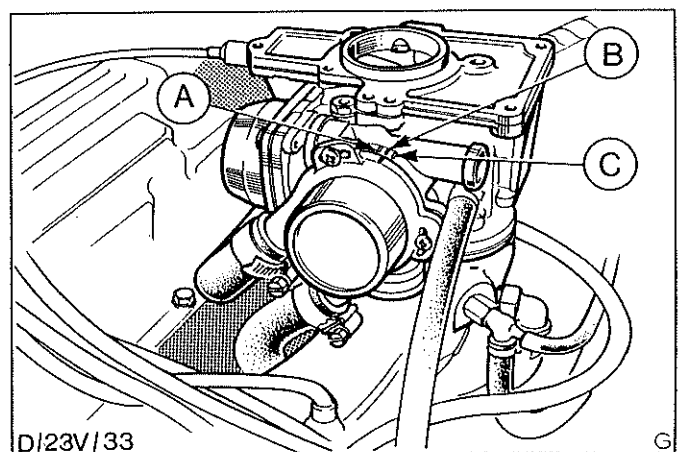

Abb.71 Einstellmarkierungen-Startautomatikgehäuse
11. Startautomatikgehäuse gemäß Einstellmarkierungen ausrichten und Befestigungsschrauben (3) festziehen. Abb.71 zeigt die Einstellmarkierungen des Startautomatikgehäuses.